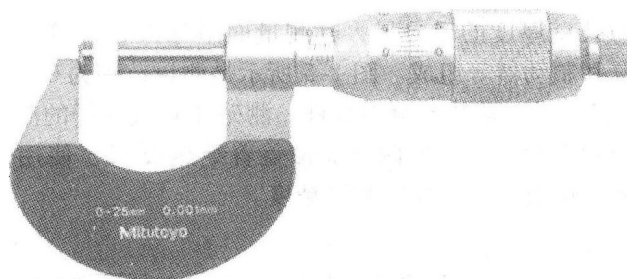

图 1-3 外径千分尺
1) 千分尺的种类与结构。千分尺是常用的精密量具之一, 按用途不同可分为外径千分尺 (图 1-3)、内径千分尺、深度千分尺、螺纹千分尺、尖头千分尺和公法线千分尺等, 如图 1-4 所示。千分尺的分度值为 0.01mm, 其规格按测量范围的不同有 0 ~ 25mm、25 ~ 50mm、50 ~ 75mm、75 ~ 100mm、100 ~ 125mm 等, 使用时根据被测工件的尺寸进行选用。